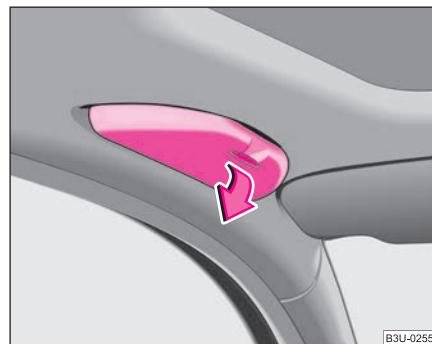

Fig. 98 Compartimento guardagafas
- El compartimento guardaobjetos se abre abatiéndolo en el sentido de la flecha ⇒ fig. 98.